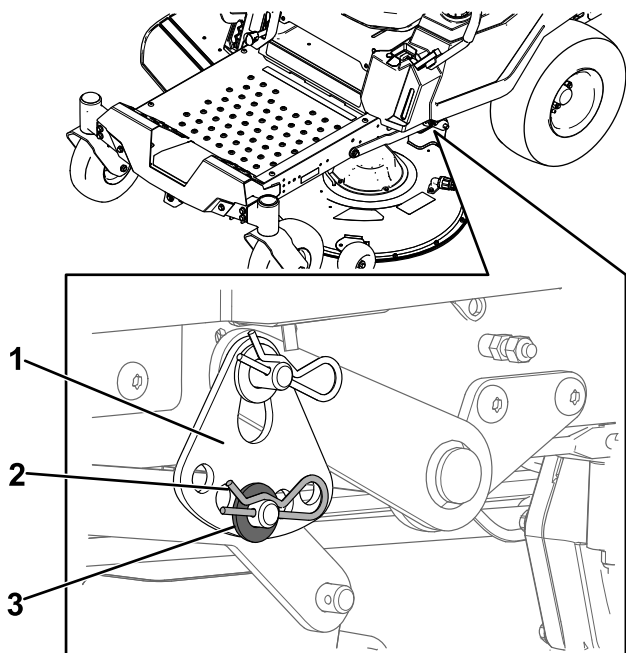

Рисунок 70
6. Извлеките шплинт и шайбу из нижнего штифта рычага подъема (**Рисунок 70**).